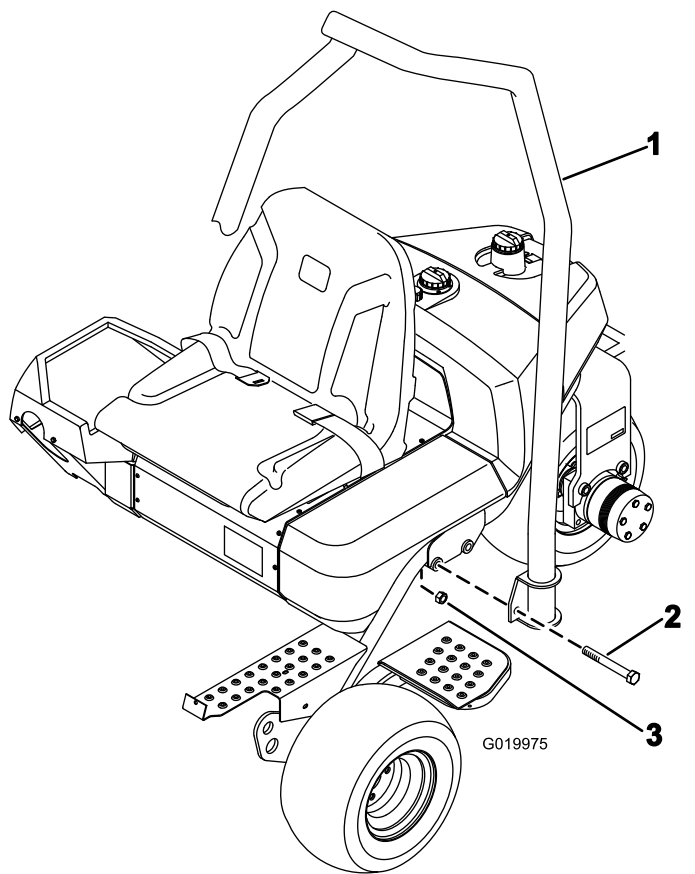

図 4
2. ROPS をフレームの上に降ろし、取り付け穴に整列させる 図 4。
3. ROPS の左右それぞれをフレームに固定するボルト2本  $\frac{5}{8}$  x  $4\frac{1}{2}$ "と、ロックナットを 図 4 のように使用する。